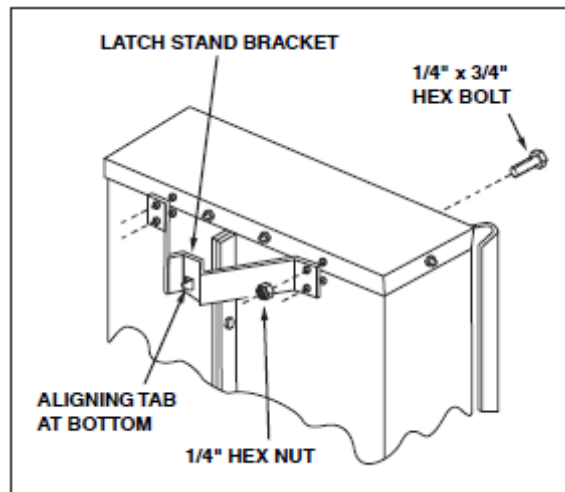

Рис. 6
11. Поверните скобу фиксатора таким образом, чтобы язычок располагался снизу скобы. Прикрепите скобу с помощью 4-х болтов (1/4x3/4) и гаек (1/4). Затяните. См. рис. 6.